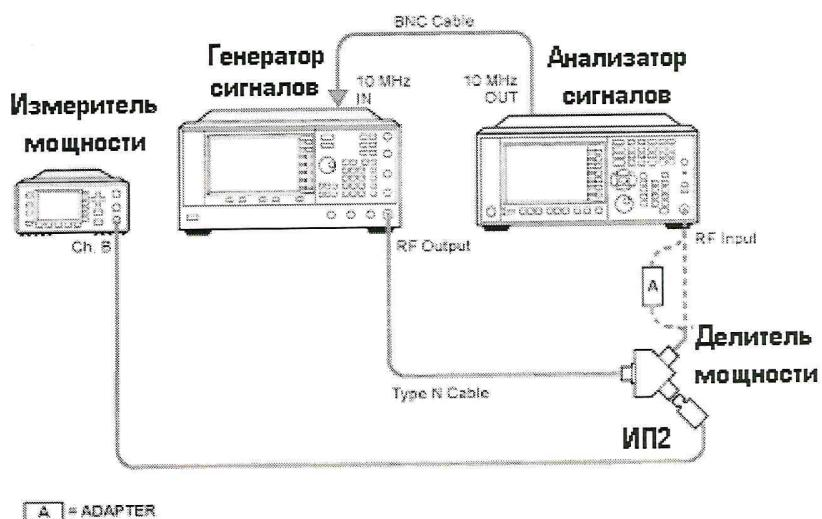

Рисунок 7
8.7.5 Отсоединить ИП1 от делителя. Освободившийся рукав делителя соединить с анализатором спектра (рисунок 7). На анализаторе установить DC coupled, предуслитель выключен, полоса обзора 1 МГц, ослабление аттенюатора 10 дБ. Произвести измерения уровня сигнала уровня -10 дБ/мВт на частотах $3 \cdot 10^5$, $1 \cdot 10^6$, $5 \cdot 10^6$, $1 \cdot 10^7$, $15 \cdot 10^7$, $45 \cdot 10^7$, $95 \cdot 10^7$, $1,25 \cdot 10^9$, $1,85 \cdot 10^9$, $2,25 \cdot 10^9$, $2,95 \cdot 10^9$, $3,55 \cdot 10^9$ Гц. Полученные значения зафиксировать, вычислить погрешность.
8.7.9 Отсоединить ИП1 от делителя. Освободившийся рукав делителя соединить с анализатором спектра (рисунок 7). На анализаторе установить DC coupled, предусилитель выключен, полоса обзора 1 МГц, ослабление аттенюатора 10 дБ. Произвести измерения уровня сигнала уровня -10 дБ/мВт на частотах $3,65 \cdot 10^9$, $5,05 \cdot 10^9$, $6,05 \cdot 10^9$, $7,05 \cdot 10^9$, $8,05 \cdot 10^9$, $8,35 \cdot 10^9$, $9,05 \cdot 10^9$, $10,05 \cdot 10^9$, $11,05 \cdot 10^9$, $12,05 \cdot 10^9$, $13,05 \cdot 10^9$, $13,55 \cdot 10^9$, $14,05 \cdot 10^9$, $15,05 \cdot 10^9$, $16,05 \cdot 10^9$, $17,05 \cdot 10^9$, $18,05 \cdot 10^9$, $19,05 \cdot 10^9$, $20,05 \cdot 10^9$, $21,05 \cdot 10^9$, $22,05 \cdot 10^9$, $23,05 \cdot 10^9$, $24,05 \cdot 10^9$, $25,55 \cdot 10^9$, $26,05 \cdot 10^9$, $26,45 \cdot 10^9$, $30,05 \cdot 10^9$, $32,05 \cdot 10^9$, $35,05 \cdot 10^9$, $37,05 \cdot 10^9$, $40,05 \cdot 10^9$, $43 \cdot 10^9$, $44 \cdot 10^9$ (в зависимости от типа анализатора спектра) Гц. Полученные значения зафиксировать, вычислить погрешность.
8.7.11 Отсоединить ИП1 от делителя. Освободившийся рукав делителя соединить с анализатором спектра (рисунок 7). На анализаторе установить DC coupled, предусилитель выключен, полоса обзора 1 МГц, ослабление аттенюатора 10 дБ. Произвести измерения уровня сигнала уровня -10 дБ/мВт на частотах из п. 8.7.9. Полученные значения зафиксировать, вычислить погрешность.